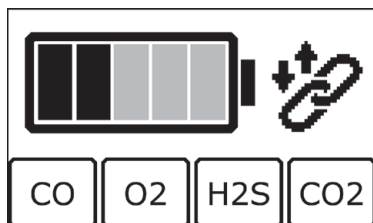

Fig. 15: Appareil en mode Charge
- L'appareil passe en mode Charge (fig. 15).